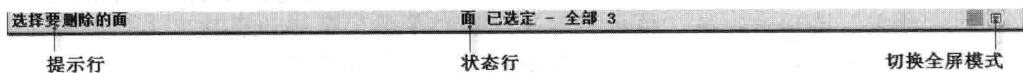

图1-4 状态栏
- 状态栏：状态栏包括提示行和状态行，如图 1-4 所示。提示行主要用于显示当前操作的相关信息，例如提示操作的具体步骤，并引导用户来选择；状态行主要用于显示操作的执行情况。